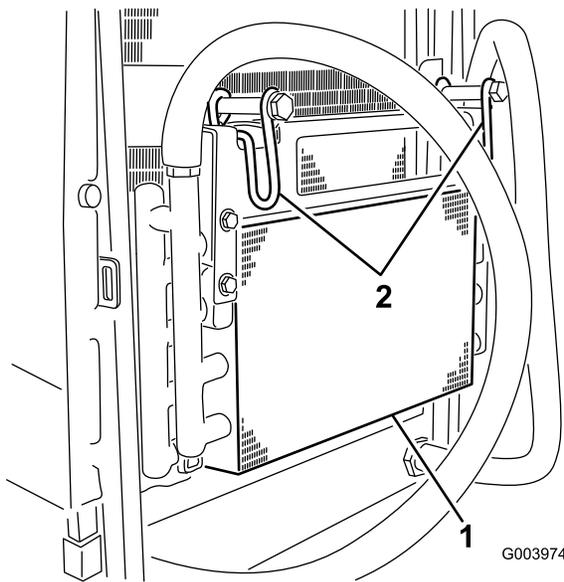

Figura 50
- Articule os trincos para dentro para libertar o arrefecedor do óleo (Figura 50).